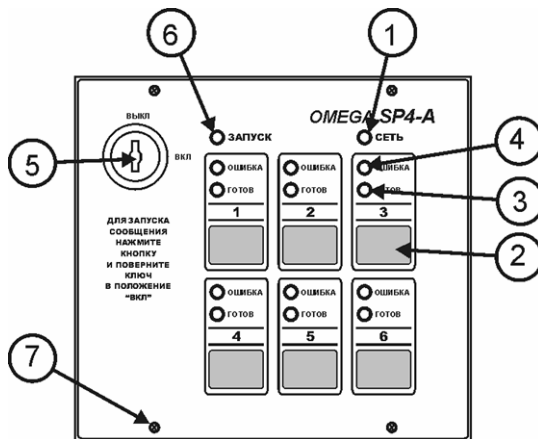

Рис. 9
- Выберите необходимое (необходимые) сообщение (нажмите соответствующие кнопки п.2 рис 9), при этом должны загореться соответствующие светодиоды (п.3 рис.9).
- Поверните ключ «Запуска сообщений» (п.5 рис.9) в положение «ВКЛ», при этом должен загореться (мигать) светодиод «Запуск» (п.6 рис.9).
- Для деактивации «записанных» сообщений отожмите задействованные кнопки (п.2 рис 9) и поверните ключ (п.5 рис.9) в положение «ВЫКЛ».